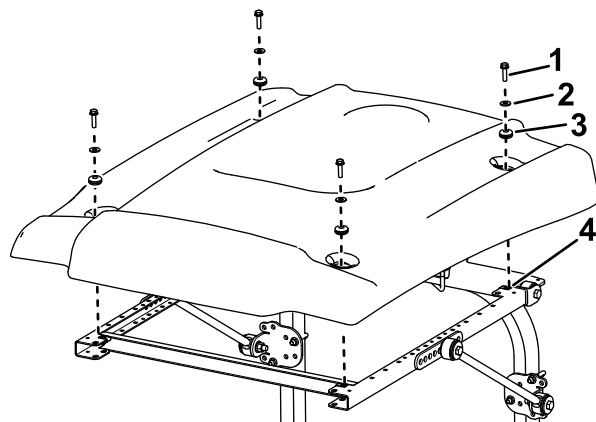

Рисунок 21
16. Выравнивая монтажные отверстия, расположите солнцезащитный навес на раме, как показано на Рисунок 21.
17. Установите каждый угол солнцезащитного навеса на раму с помощью болта с фланцевой головкой ($5/16 \times 1$ дюйм), малой шайбы и уплотнительной втулки, не затягивая их (Рисунок 21).